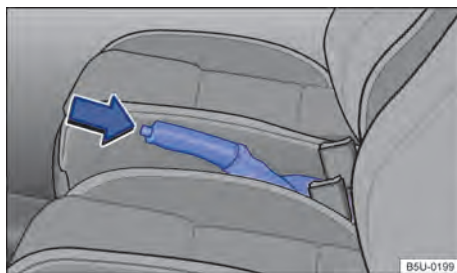

Fig. 105 Entre os bancos dianteiros: alavanca do freio de estacionamento.
- Puxar a alavanca do freio de estacionamento para cima com o botão bloqueador pressionado → Fig. 105(seta).
- O freio de estacionamento está puxado quando, com a ignição ligada, a luz de controle (C) no instrumento combinado está acesa → Página 122.
- Puxar a alavanca do freio de estacionamento um pouco para cima e pressionar o botão bloqueador → Fig. 105 (seta).